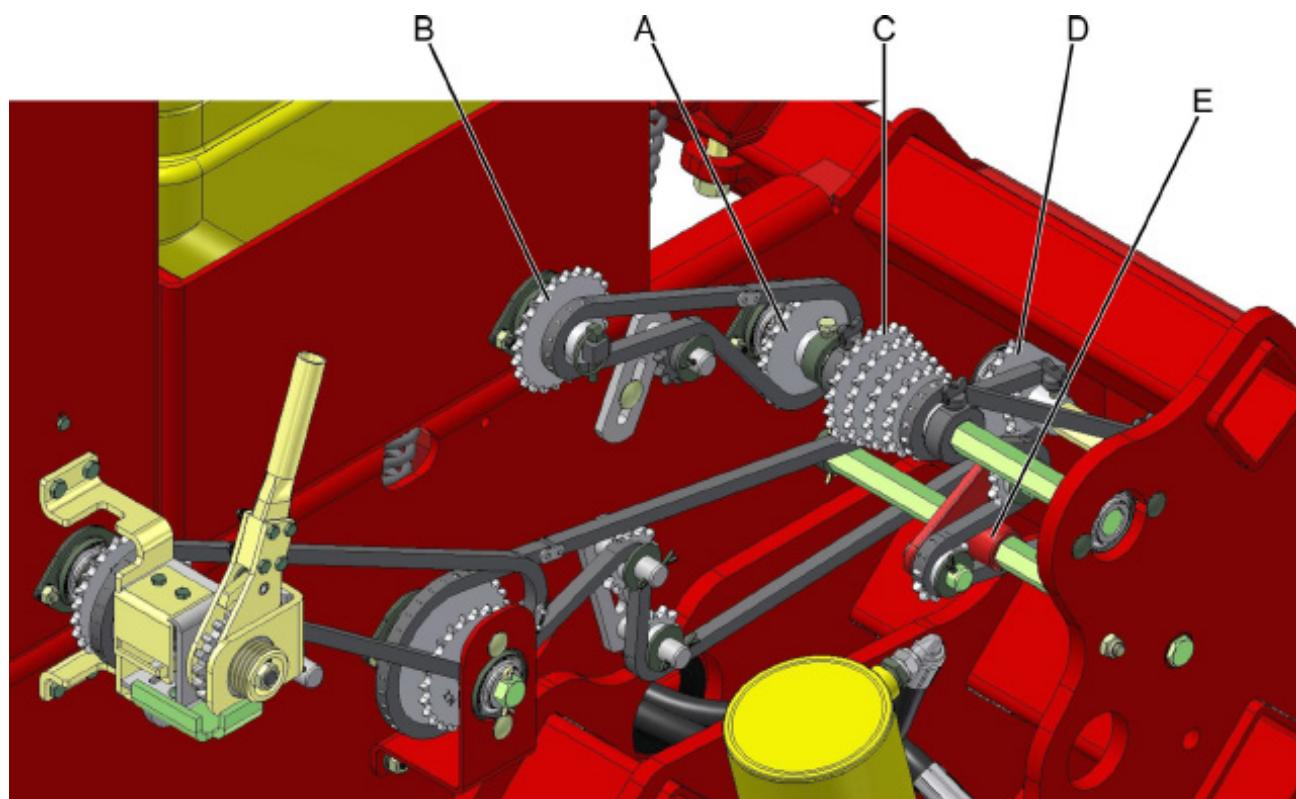
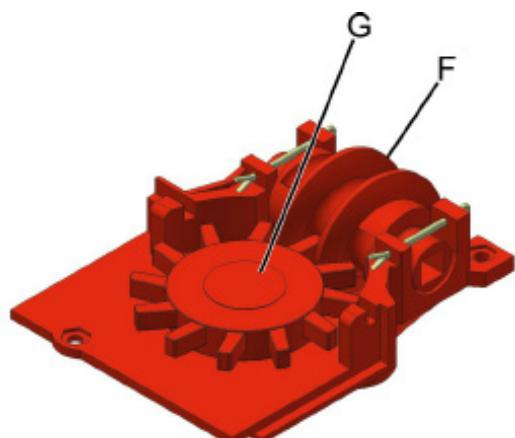

fig. 10
fig. 11
A regulagem da quantidade de fertilizante em Kg/ha é realizada através do intercâmbio de rodas dentadas motrizes (A) (fig. 10) e rodas dentadas movidas (B), do “pinheirinho” movido (C) e motriz (D), sendo que o fertilizante é deslocado através do rotor (G) (fig. 11).
A distribuição do adubo é realizada através da caixa dosadora do adubo, através de condutores helicoidais (Rotores) (F) (fig. 11).